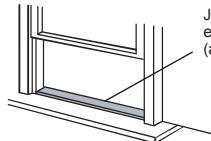

Fig.8
1. Coupez le joint d'étanchéité en mousse (adhésif) à la bonne longueur et collez-le sur le rebord de la fenêtre. Fig. 8.